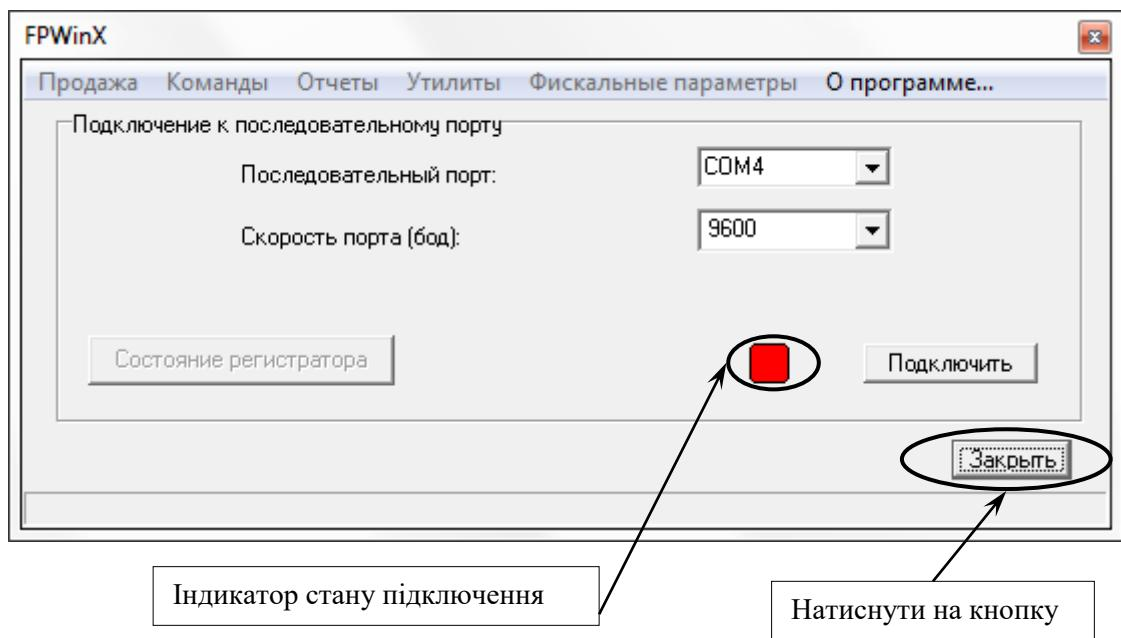

Рисунок 40
- у вікні програми «FPWinX.exe» індикатор стану підключення змінить колір на червоний (рисунок 40).
- закрити програму «FPWinX.exe» (рисунок 40);